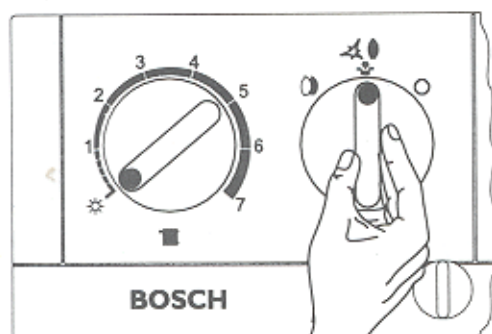

Figura 11
- Puneți întreruptorul principal pe poziția din mijloc (Figura 11)